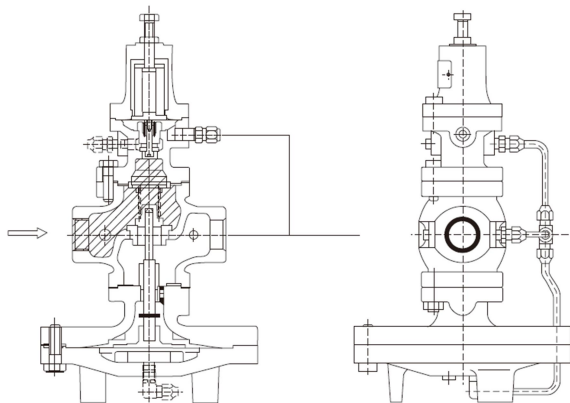

Рис. 1
1.1. Если редукционный клапан установлен правильно, ослабление сжатия регулировочной пружины [24] позволяет пружине основного клапана [13] и пружине пилотного клапана закрыть основной клапан [6] и пилотный клапан [17]. Медленно откройте задвижку и впустите рабочую среду под высоким давлением. Давление на входе подается в верхнюю часть основного клапана. Среда под высоким давлением проходит через сетку [15], чтобы также создать давление на входе в нижнюю часть пилотного клапана (рис. 1).